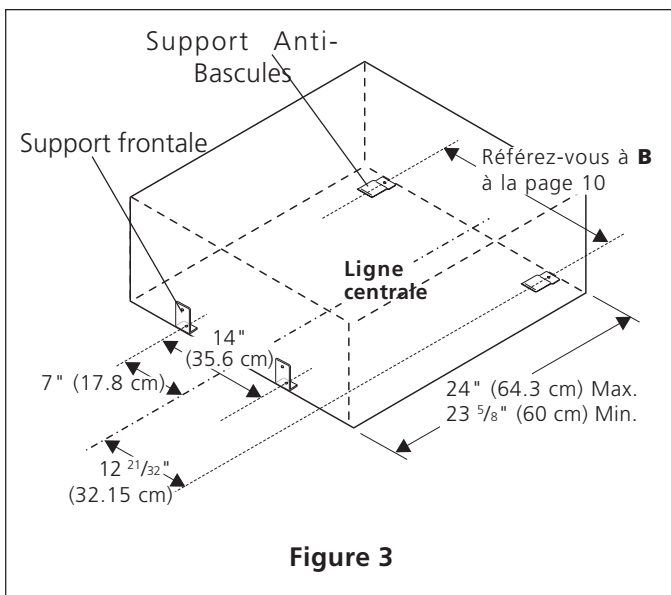

Figure 3
1. Localisez les 2 supports anti-basculés et les 2 supports frontaux fournis comme indiqués à la figure 3. Fixez-les à l'aide des 4 vis à noires fournies (10-16 X le 1 1/4 »)